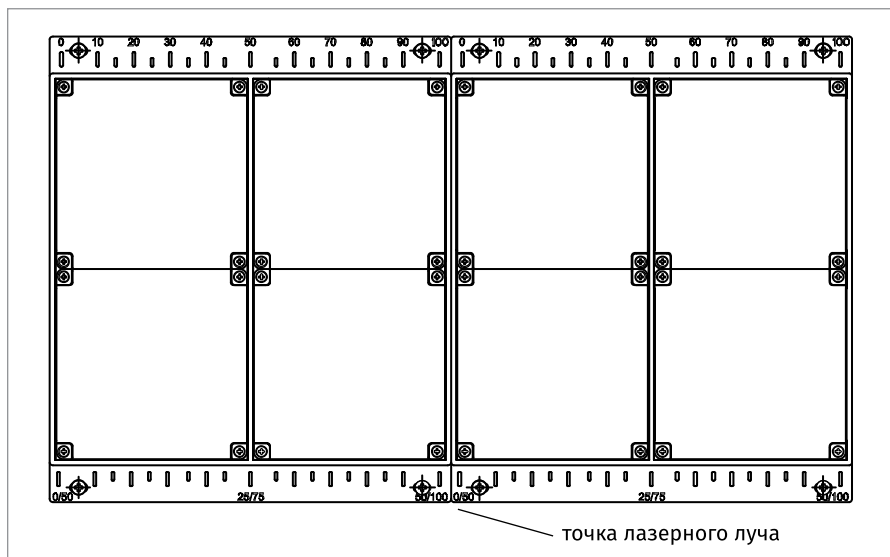

Рисунок 15.
- с помощью регулировочных винтов по вертикали и по горизонтали настроить положение приёмо-передатчика таким образом, чтобы луч лазерного указателя находился по центру нижней кромки рефлектора-отражателя, как показано на Рисунок 15;